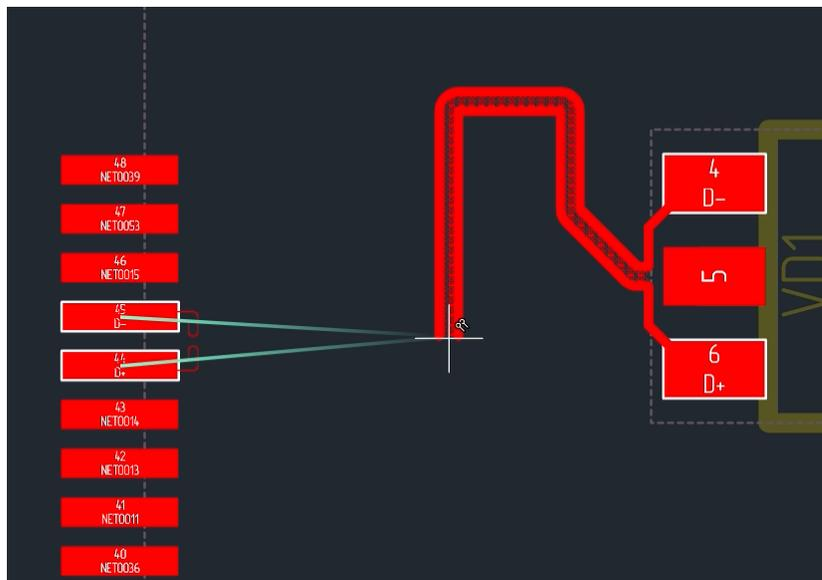

Рис. 372 Продолжение трассировки диффпары
4. Зафиксируйте нажатием левой кнопки мыши демонстрируемый участок, см. Рис. 372. При этом сразу начинает трассироваться новый участок;